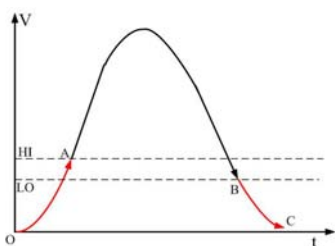

图 1: 电流继电器 1 工作原理
(1) **欠电流继电器 1**：当检测电流正常时，继电器 1 吸合，当电流小于欠电流设定值时 L0，继电器 1 触点释放。欠电流继电器 1 的动作和被测电流变化的关系如图 1 所示：OA、BC 段表示欠电流保护区，欠电